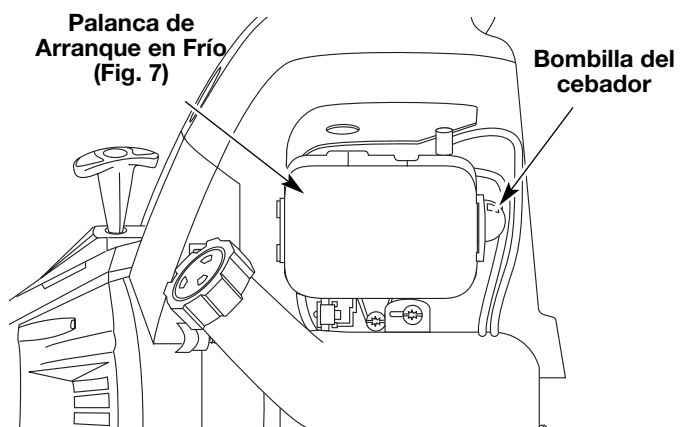

Fig. 10
4. Oprima completamente el cebador y suéltelo 10 veces. Hágalo lentamente. Se deberá ver un poco de **combustible en el cebador** y en las tuberías de alimentación de combustible (Fig. 10). Si no puede ver el combustible en el cebador, oprímalo y suéltelo tantas veces como sea necesario hasta que vea combustible en el mismo.